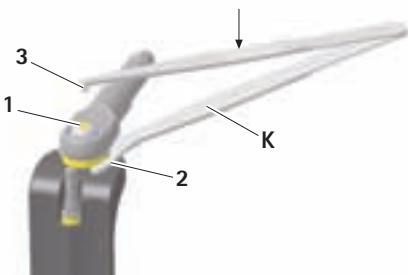

Fig. 5
- ▶ Spingere la pinzetta **K** con il lato morso **2** sotto all'attacco e premere con la spina della pinzetta **3** sul perno **1** della valva **D**, vedere Fig. 5.